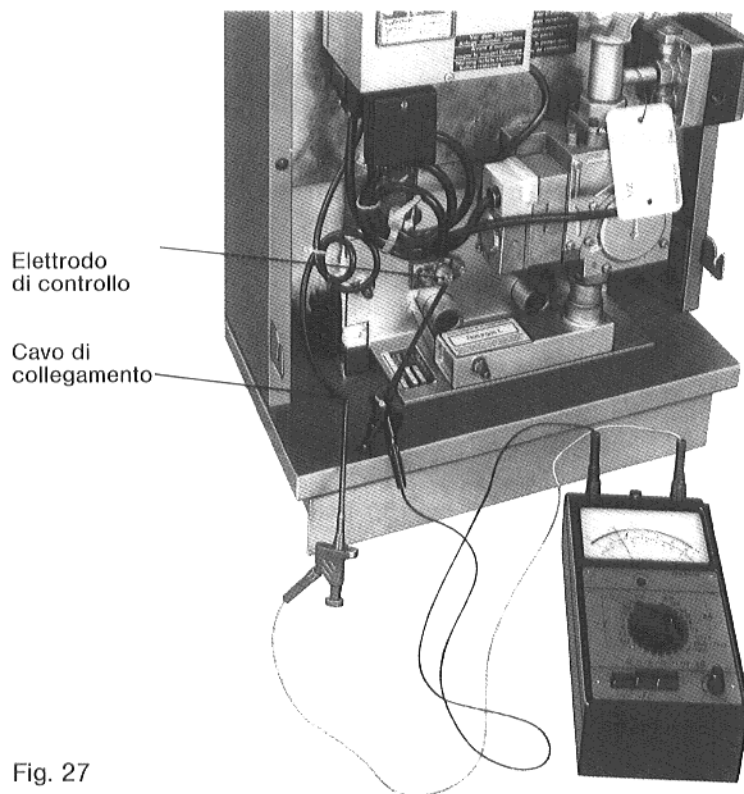

Fig. 27
- Collegare l'apparecchio di misurazione fra il cavo e l'elettrodo di controllo (vedi Fig. 27).